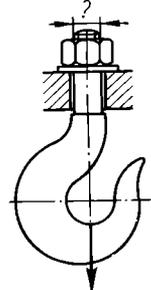

Bild 31 17000 kp
60. Die Schraube eines Lasthakens für 17 Mp Tragfähigkeit (Bild 31) soll berechnet werden für eine zulässige Zugspannung von 600 kp/cm^2 .